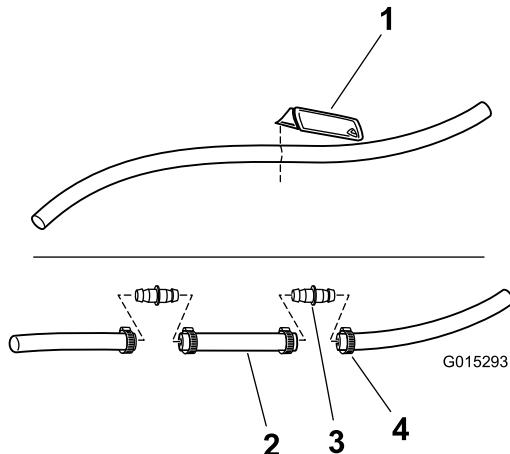

Figura 10
- Corte la manguera de alimentación de los brazos a 24 pulgadas desde el extremo del acoplamiento (Figura 10).
1. Corte la manguera de alimentación de los brazos	3. Empalme (2)
2. Manguera de empalme	4. Abrazadera (4)
- Instale la manguera de empalme usando 2 adaptadores rectos y 4 abrazaderas (Figura 10).